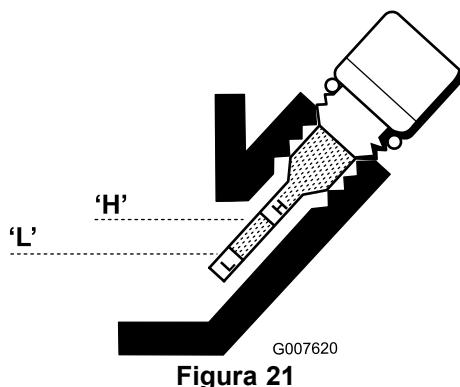

Figura 21
3. Tergete il misuratore e inseritelo nel foro del bocchettone; non avvitatelo nel foro. Estraetelo, e verificate il livello dell'olio. Se il livello è basso, rabboccate con olio finché il livello non sarà compreso tra i segni H ed L sul misuratore (Figura 21). Controllate di nuovo il livello dell'olio. Non riempite troppo.